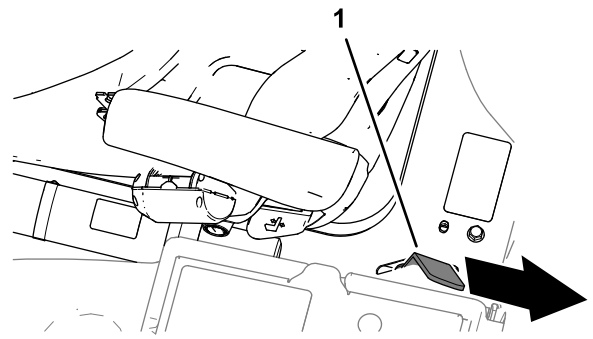

Bild 44
3. Senken Sie die Plattform vollständig ab und schieben Sie den Sperrriegelgriff der Plattform zum Heck der Maschine, bis der Riegel ganz in der Sperrstange einrastet (**Bild 44**).